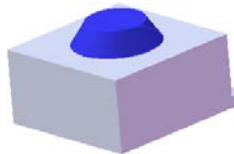
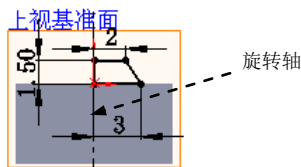

图 16.2.28 旋转 1
图 16.2.29 横断面草图
(3) 定义拉伸深度属性。
① 定义深度方向。采用系统默认的深度方向。
② 定义深度类型和深度值。在“凸台—拉伸”对话框 **方向 1** 区域的下拉列表中选择 **给定深度** 选项，在  中输入深度值 5.0。
(4) 单击  按钮，完成凸台—拉伸 1 的创建。
Step3. 创建图 16.2.28 所示的零件基础特征——旋转 1。
(1) 选择命令。选择下拉菜单 **插入(I)** → **凸台/基体(B)** → **旋转(R)...** 命令。
(2) 定义特征的横断面草图。
① 定义草图基准面。选取上视基准面作为草图基准面。
② 定义横断面草图。在草图环境中绘制图 16.2.29 所示的横断面草图。
(3) 定义旋转轴线。采用图 16.2.29 所示的中心线作为旋转轴线。
(4) 定义旋转属性。
① 定义旋转方向。在“旋转”对话框 **方向 1** 区域的下拉列表中选择 **给定深度** 选项, 采用系统默认的旋转方向。
② 定义旋转角度。在 **方向 1** 区域的  文本框中输入数值 360.0, 选中 ☒ **合并结果(M)** 复选框。
(5) 单击对话框中的  按钮, 完成旋转 1 的创建。